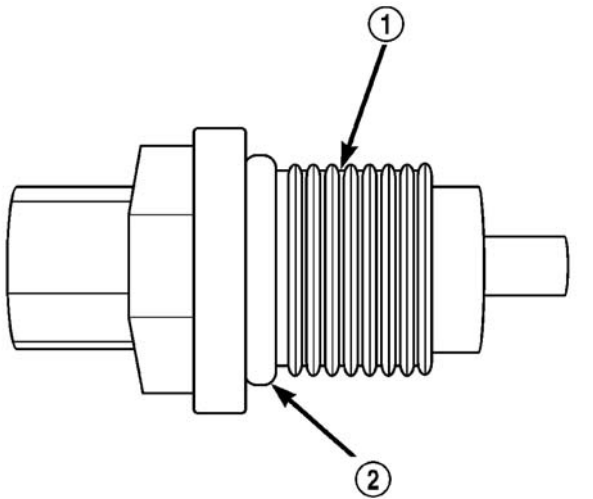

图 326 O 形圈位置
- (5) 检查速度传感器 O 形圈（图 326）并视需要更换。
- (1) 确认 O 形圈安装到位（图 326）。
- (2) 安装并紧固输出速度传感器至 27N · m (20ft.lbs.) 的扭矩。
- (3) 连接速度传感器插接器。
- (4) 连接蓄电池负极电缆。